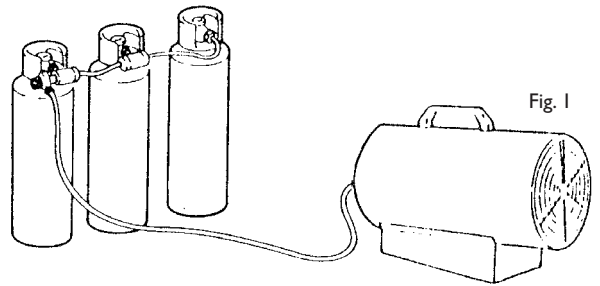

Fig. 1
- Hvis generatoren kører gennem lang tid på maksimal effekt, kan der dannes is på flaskernes yderside på grund af høj gasfordampning. Dette vil samtidigt reducere ydelsen. Selv om der ikke opstår frost, kan anvendelse af en for lille flaske medføre et tryktab, der hindrer apparatets korrekte drift. Hvis apparatet skal anvendes kontinuerligt på maksimal effekt, anbefales parallel-installation af flaskerne (Fig. 1).